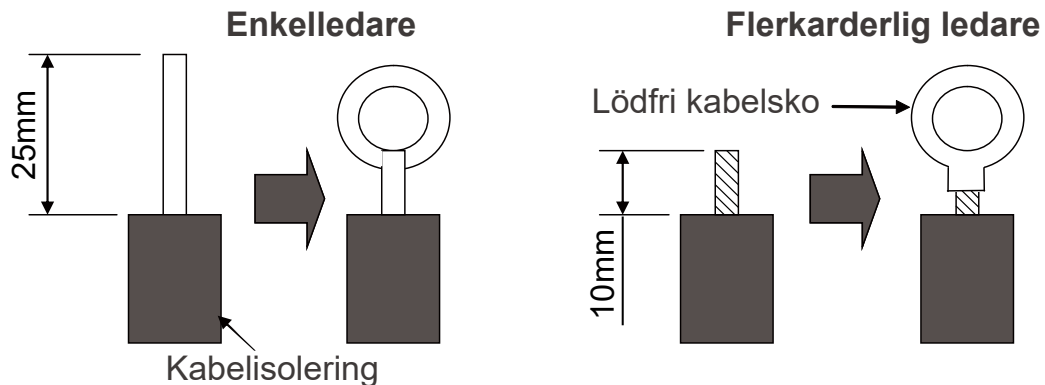

Fig. 21
(1). Vid installation med enledare (Fig. 21 nästa sida)
(2). Vid installation med flerkarderlig ledare (Fig. 21 nästa sida)